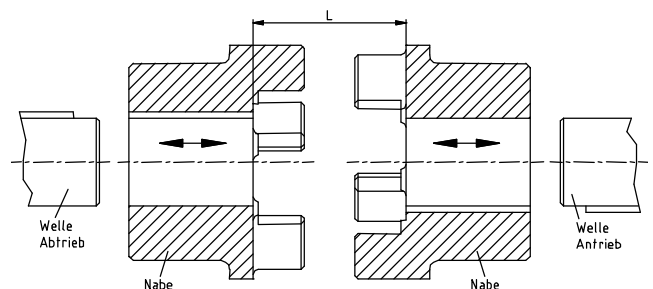

Bild 5: Montage der Naben
- Montieren Sie die Naben/Kupplungsflansche auf die Welle der An- und Abtriebsseite. (siehe Bild 5)